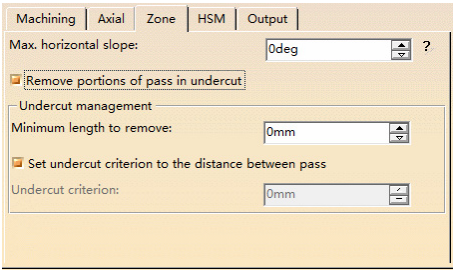

图 2-88 “Zone” 选项卡 (2)
3) “Zone” 选项卡 (2) 如图 2-88 所示。该选项相关参数如下: